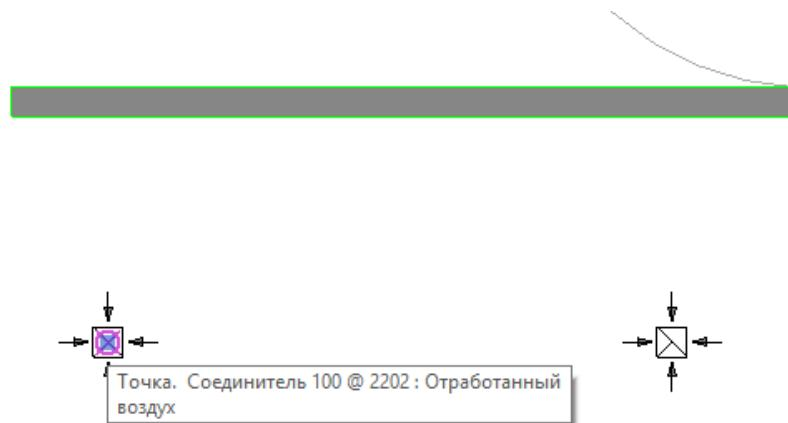

Рисунок 5.13. Присоединение воздуховода к соединителю воздухораспределителя
6.2. В меню «Свойства» выбрать тип воздуховода (в данном случае круглый), установить диаметр воздуховода и далее направить курсор на центр решетки (рисунок 5.13).